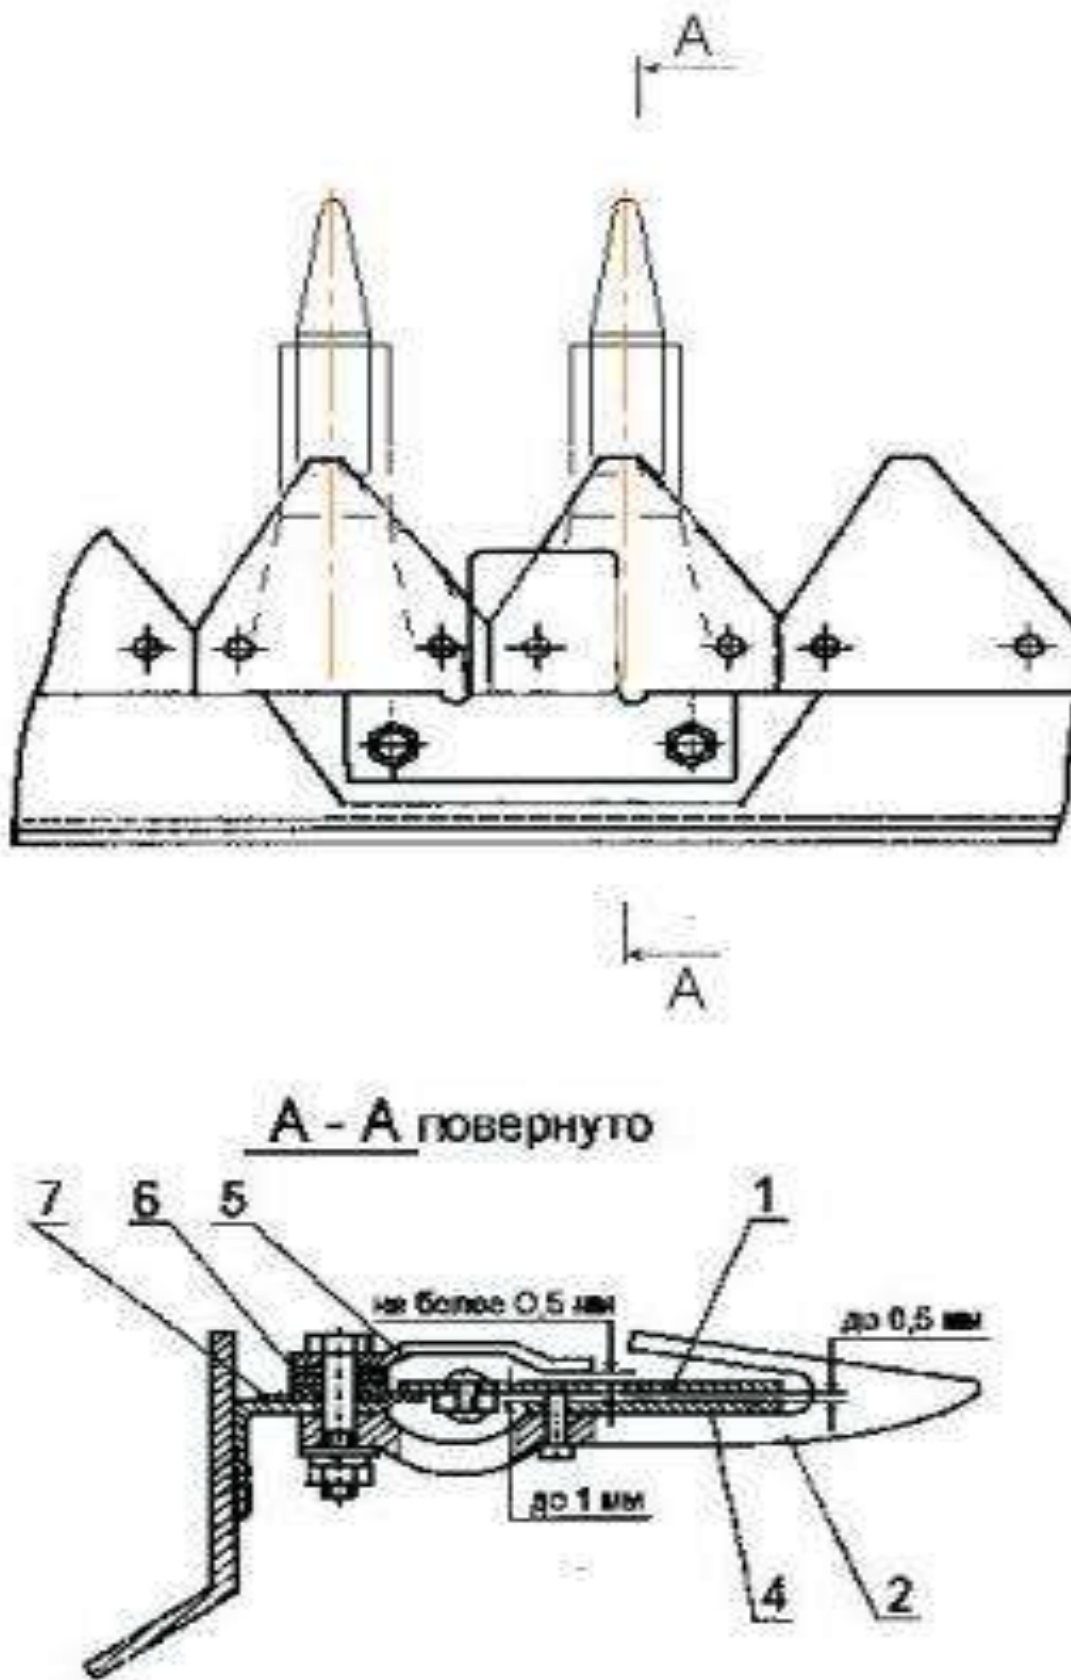
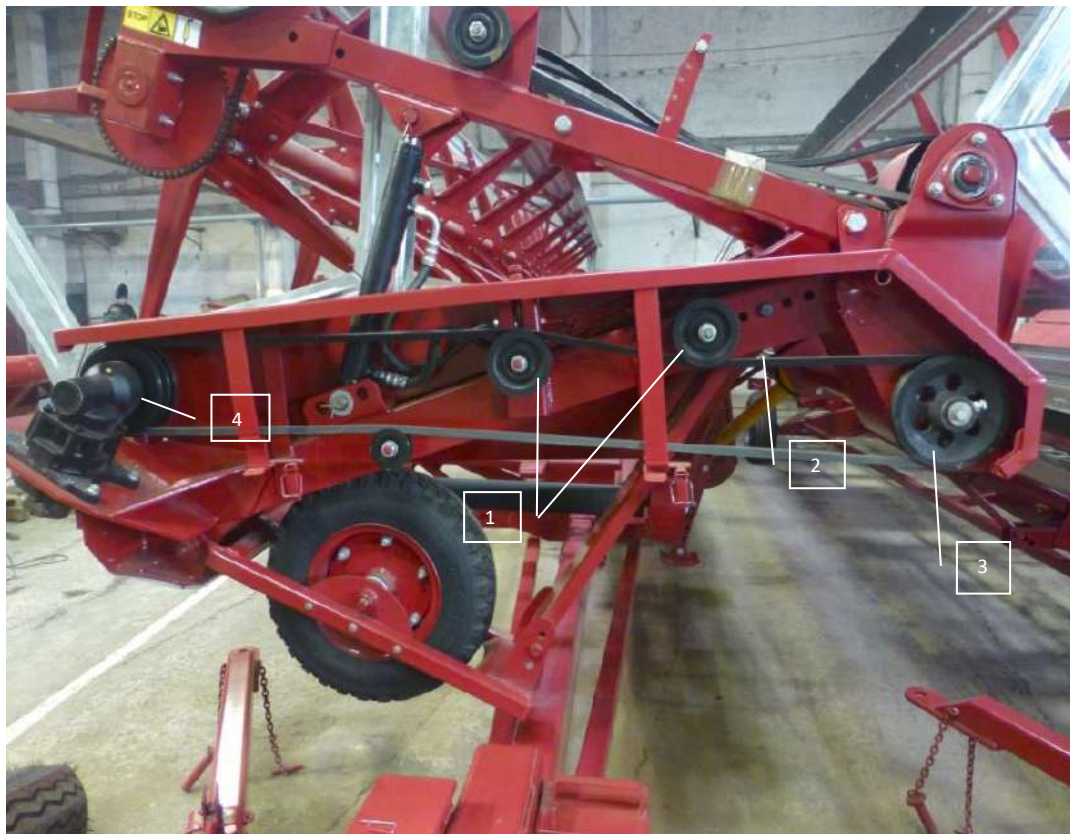

Рис.13 Регулировка режущего аппарата.
Рис.19 Привод режущего аппарата
Нож состоит из спинки поз.4, рис.13, сегментов с верхней насечкой поз.5, пятки косы поз.21, головка пятки косы поз.1 с вкладышем поз.2, привода ножа рис.19, поз.4.
8.2. Сегменты поз.1 рис.13 выставляются относительно пальцев поз.2 так чтобы в крайнем левом положении ножа по ходу жатки ось сегмента находилась по центру противорежущей пластины. Регулировка выполняется при установке ножа и дополнительной регулировки не требуется.
8.3. Привод ножа производится следующим образом: с ведущего шкива рис.19 поз.3 Через ремень поз.2 Вращение передается на привод ножа Шумахер поз.4 дальше на нож.